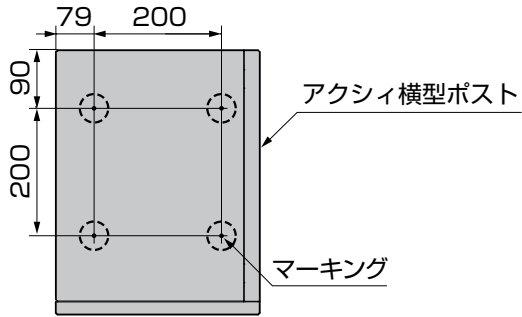

図3-1
- ①ポスト本体背面4ヶ所のマーキング部にφ6の穴をあけてください。(図3-1参照)。